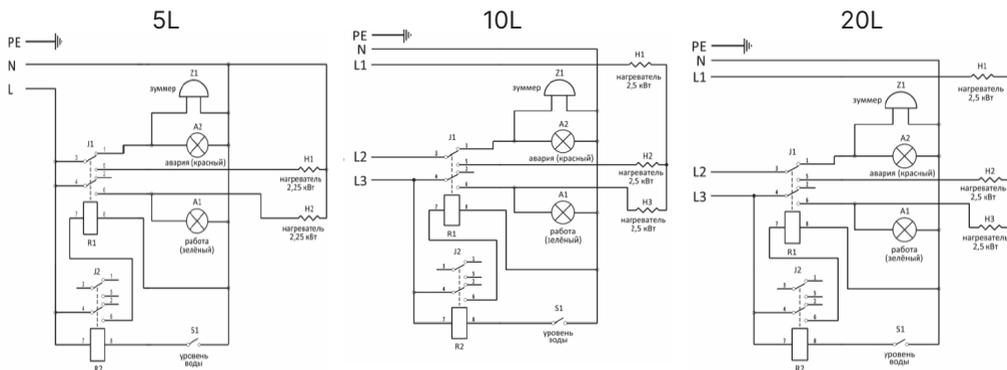

Рисунок 2. Схема подключения аквадистилляторов Altimax AD
1. Установите аквадистиллятор на прочную ровную горизонтальную поверхность, подключите его к источнику воды и подсоедините трубки для жидкости согласно схеме подключения (рисунок 2)